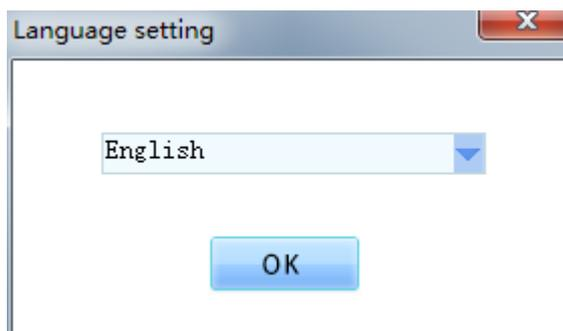

图 2-2-21 语言选择
1) 用户双击 EuraCloud_PC.exe 或者桌面快捷方式, 首次使用会弹出语言选择窗口 (如图 2-2-21 所示);